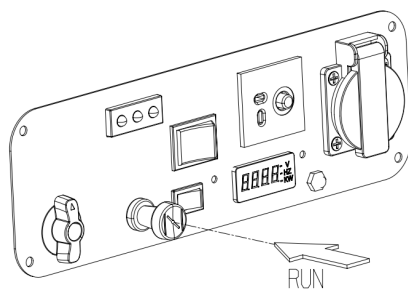

Figura 10 Leva dello starter in modalità FUNZIONAMENTO.
4.4 Spingere la leva dello starter con il motore caldo. Vedere Figura 10.